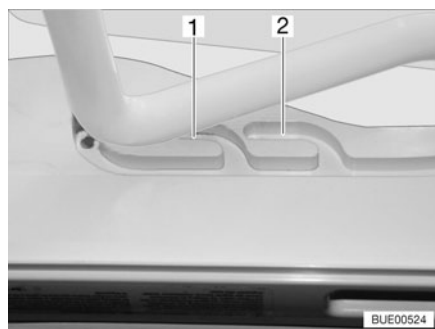
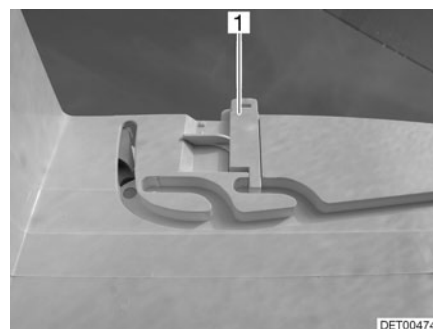

Fig. 51 Lanterneau Heki en position de ventilation
Fig. 52 Verrouillage position de ventilation
Il est possible d'amener le lanterneau Heki en deux positions de ventilation : Position pour mauvais temps (Fig. 51,1) et position intermédiaire (Fig. 51,2). Suivant le modèle, il est possible de verrouiller le lanterneau en position intermédiaire avec le verrou (Fig. 52,1).
- Pousser légèrement l'étrier vers le haut, le pousser dans la glissière choisie (Fig. 51,1 ou 2) et le verrouiller si nécessaire.